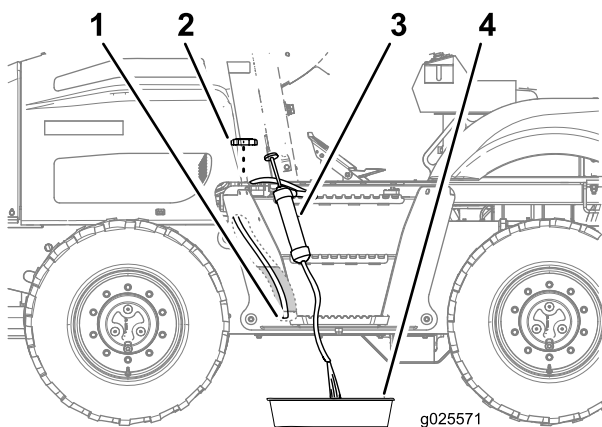

Figura 72
1. Retire a tampa do tanque de combustível (Figura 72).
2. Passe a mangueira de sucção do equipamento de sifão pelo tubo de enchimento do tanque de combustível, conduzindo-a até o fundo do tanque (Figura 72).
3. Posicione a mangueira de descarga do equipamento de sifão em uma bandeja de drenagem (Figura 72).
6. Instale a tampa de combustível no tubo de enchimento do tanque de combustível (Figura 72).